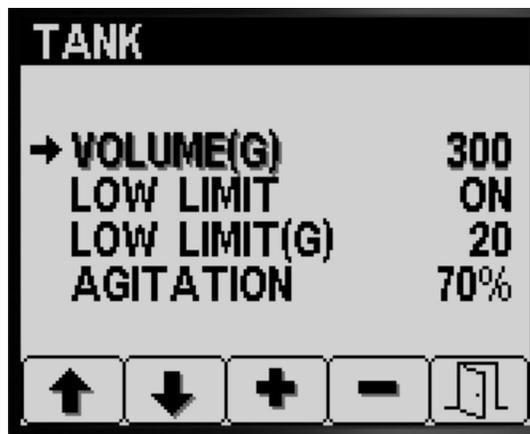

Figure 12
1. Appuyez sur le bouton 1 ou 2 pour naviguer jusqu'à l'option VOLUME DE CUVE (Figure 12).
2. Appuyez sur le bouton 3 ou 4 pour augmenter ou réduire le volume de produit chimique dans la cuve du pulvérisateur (Figure 12).